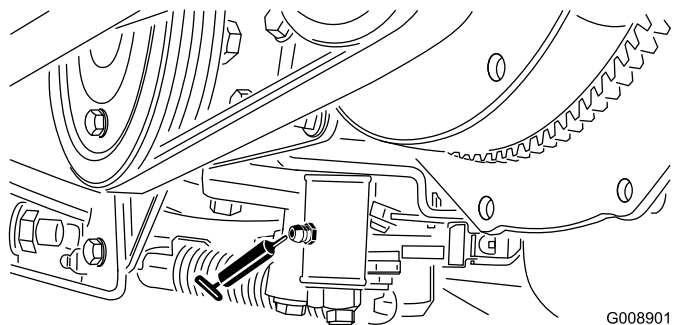

Figure 46
- Mécanisme de réglage du point mort (Figure 46)